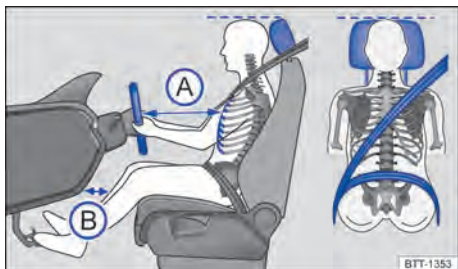

Fig. 21 Distância correta do condutor em relação ao volante, posição correta do cadarço do cinto de segurança e ajuste correto do apoio para cabeça.
- Ajustar o banco de modo que a distância entre o volante e o tórax tenha no mínimo 25 cm → Fig. 21 (A) e que o condutor possa segurar o volante pela borda externa com as duas mãos e os braços ligeiramente dobrados.
- Ajustar o banco do condutor na direção longitudinal de modo que os pedais possam ser acionados com as pernas ligeiramente arqueadas e a distância para o painel de instrumentos na área do joelho seja de, no mínimo, 10 cm → Fig. 21 (B).
- Ajustar o apoio para cabeça de modo que a sua borda superior se encontre preferencialmente na mesma linha da parte superior da cabeça → Fig. 21 – porém não abaixo da altura dos olhos. Posicionar a parte posterior da cabeça o mais perto possível do apoio para cabeça.